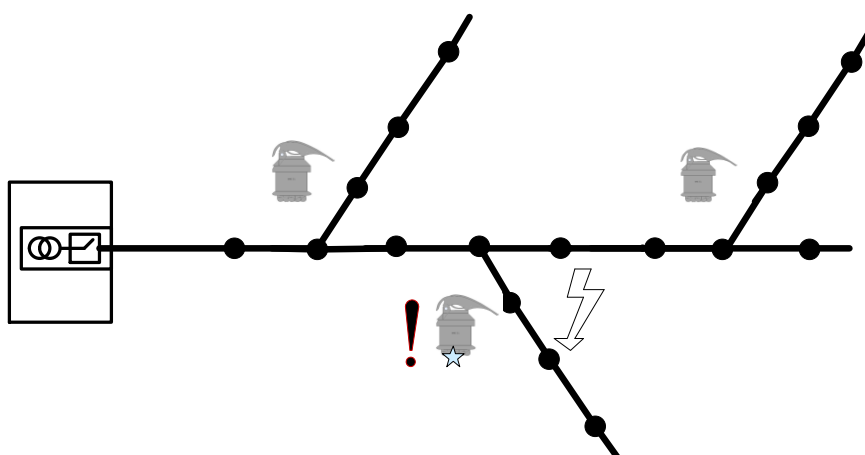

Рисунок 11 – Установка комплектов на линии с коротким стволом
- на линии с коротким стволом и длинными ответвлениями комплекты устанавливаются на ответвлениях вблизи мест разветвления, на ближайших к месту разветвления промежуточных опорах (Рисунок 11);